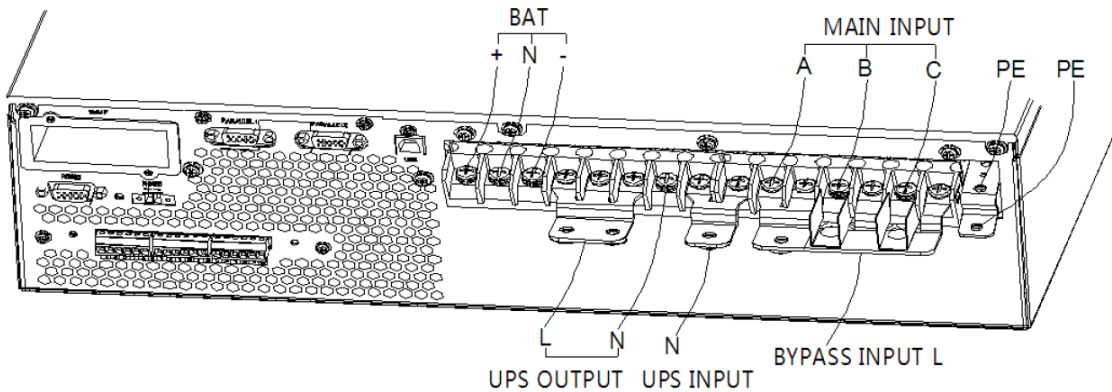

Рисунок 14. 3 фазы в 1 фазу, общий вход
2. Закоротить контакты mA, bA, bB, bC медной шиной No.6; закоротить контакты BAT-N, oN, bN, mN медной шиной No.7; закоротить контакты oA, oB, oC медной шиной No.4 (Рисунок 14).